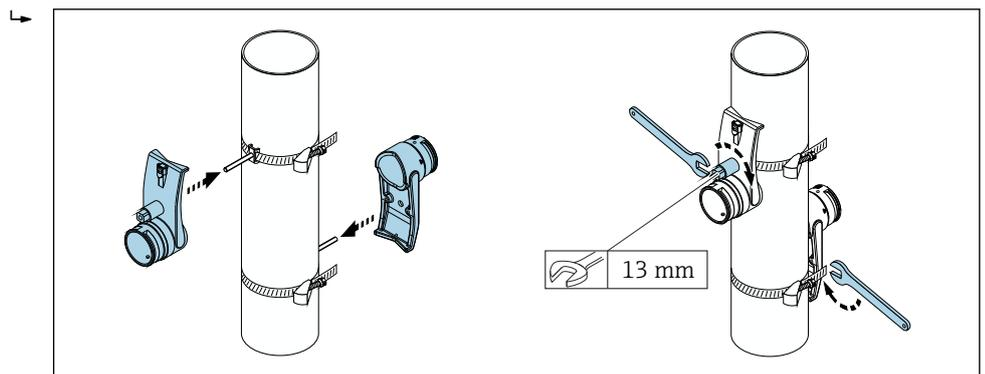

图 29 安装传感器安装支座
- 包含安装螺栓和定心板（如有必要）的两条捆扎带（已预装→ 图 29、→ 图 30）
- 包含安装螺栓和定心板（如有必要）的两条捆扎带（已预装 → 图 29、→ 图 30）